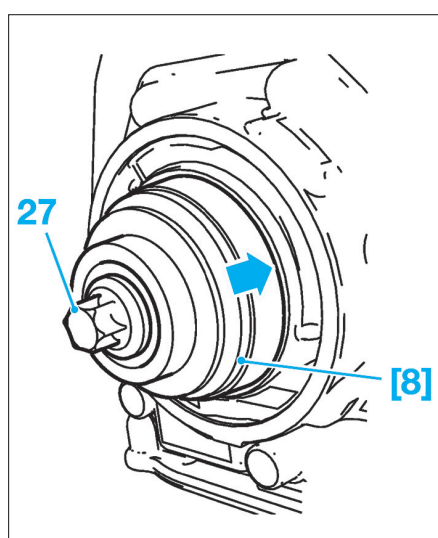

FIG. 18
- Déposer la vis (24) et la flasque (26).
- Mettre en place l'outil [8] et serrer la vis (27) jusqu'à ce que l'outil [8] soit en butée contre le carter de distribution (Fig.18).